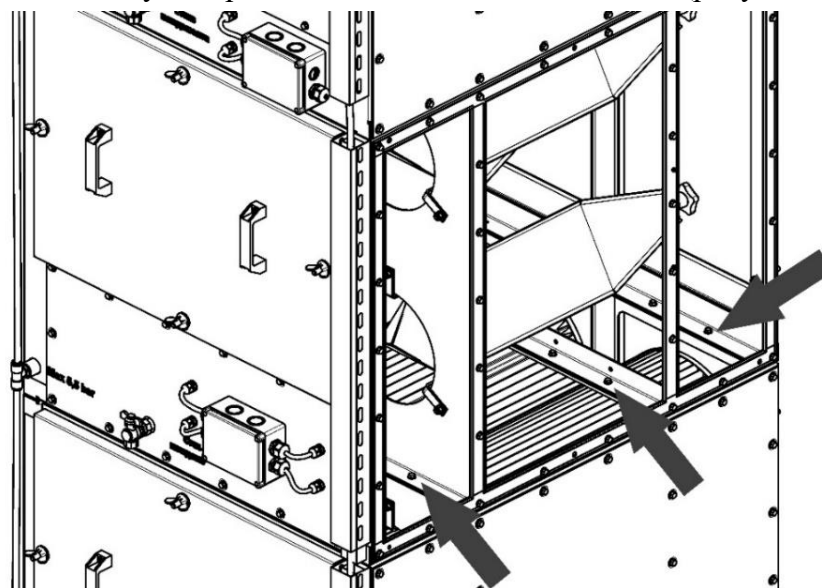

**Рисунок 4**
5.2.6 Перед началом монтажа фильтровальных блоков необходимо демонтировать картриджи для предотвращения их повреждения. Допускается не извлекать картриджи из нижнего модуля, при условии повышенного контроля за их состоянием в процессе монтажа. Открыть двери, выкрутить гайки-ручки, крепящие картриджи, картриджи извлечь (рисунок 4а).
5.2.7 На каркасах фильтровальных блоков с внешней и внутренней стороны от отверстий наклеить ленту уплотнительную HORDA-D (далее – уплотнение), разделив ленту вдоль длины (рисунок 4б).
5.2.8 Установить штифты для базировки в отверстия на каркасе нижнего фильтровального блока (рисунок 4в).
5.2.9 Зацепить мягкими стропами верхний модуль (рисунок 4г), поднять при помощи грузоподъёмной техники, установить на фильтровальный блок нижнего модуля. Базирование верхнего модуля выполнять по установленным штифтам.